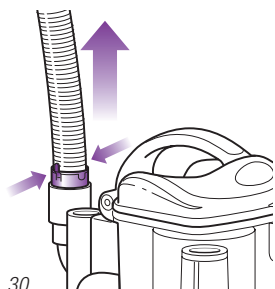

Fig. 30
- Desconecte la manguera extensible de la parte de atrás de la portátil *Lift-Away*® presionando las pestañas entre sí y tirando hacia arriba. (Fig. 30) Extienda la manguera y mire su interior para ver si está tapada.